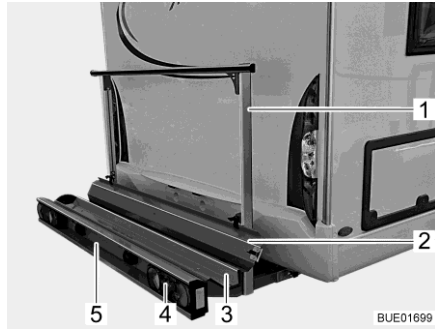
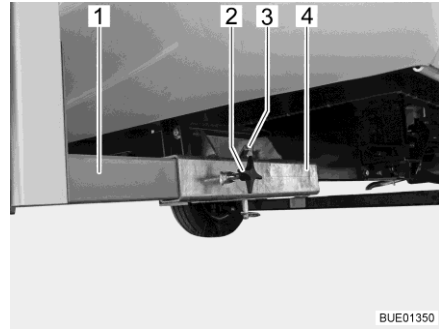

Fig. 7 Porte-charge
Fig. 8 Fixation sur le véhicule
Le porte-charge (Fig. 7) permet de transporter une moto ou un scooter d'un poids allant jusqu'à 130 kg.
- Réceptacle (Fig. 7,3) et étrier de fixation (Fig. 7,1) avec fixation sur le véhicule (Fig. 8)
- Feux arrières (Fig. 7,4)
- Éclairage plaque minéralogique (Fig. 7,5)
- Rail d'accès (Fig. 7,2)
Les deux longerons (Fig. 8,1) du porte-charge sont fixés avec des vis à gâret (Fig. 8,2) sur les réceptions quatre pans (Fig. 8,4) situées sur le plancher du véhicule. Le porte-charge est bloqué par un boulon (Fig. 8,3) avec circlip.